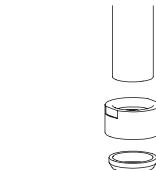

Рис. 7 / 7-сур.
- На душевую стойку со стороны смесителя наденьте наливную гайку, затем установите на стойку коническую прокладку. Обратите внимание, прокладка устанавливается конусом в направлении смесителя (рис. 7).